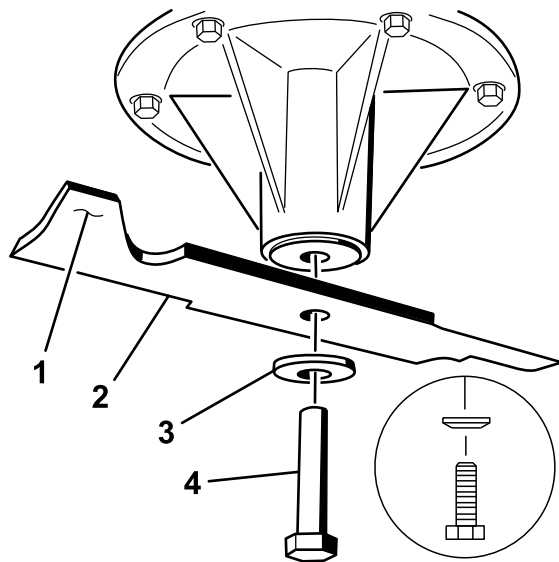

Figura 113
- Instale lâmina no eixo (Figura 113).
- Instale o disco de mola e o parafuso da lâmina (Figura 113).
**Nota:** O cone do disco de mola deve ser montado virado para a cabeça do parafuso (Figura 113).